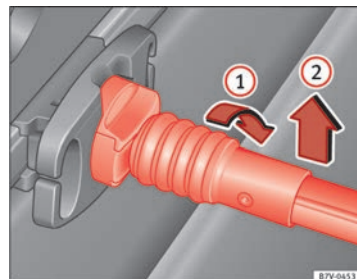

Fig. 98 Sganciare la rete per bagagli.
- Ruotare la barra di sostegno verso destra di 90° ⇒ **fig. 98 (1)** finché la tacca rossa sulla barra diventa visibile. Estrarre la barra di sostegno spostandola verso l'alto **(2)**.